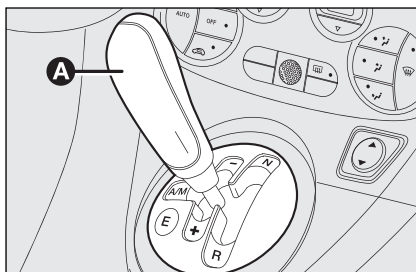

fig. 1
- ☐ Zet de versnellingspook **A-fig. 1** in stand (+) om de eerste versnelling in te schakelen (indien geschakeld wordt vanaf **N** of **R** volstaat het om de pook naar het midden te brengen) of in stand **R** voor de achteruit;
- ☐ Zet de versnellingspook **A-fig. 1** in stand **A/M** om de automatische bediening in te schakelen of in stand **R** voor de achteruit;
De versnellingen en de functies (**MANUAL** of **AUTO**) kunnen worden gekozen met de versnellingspook **A**-fig. 1 op de middenconsole (zie de afbeelding).